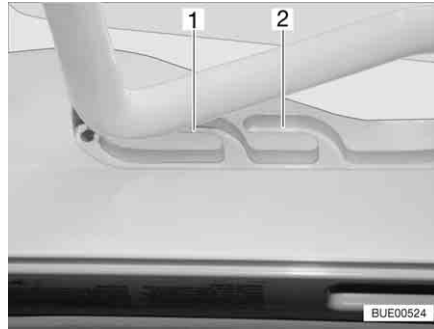
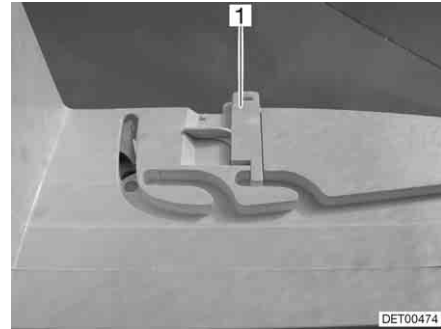

Fig. 89 Oblò Heki in posizione di ricircolo d'aria
Fig. 90 Bloccaggio della posizione di ricircolo d'aria
È possibile portare l'oblò Heki in due posizioni di ricircolo d'aria: Posizione brutto tempo (Fig. 89,1) e posizione centrale (Fig. 89,2). A seconda del modello, l'oblò può essere bloccato sulla posizione centrale del suo telaio con i due chiavistelli (Fig. 90,1) di sinistra e destra.
- Premere la staffa leggermente verso l'alto, spingerla nella guida selezionata (Fig. 89,1 o 2) ed eventualmente bloccarla.